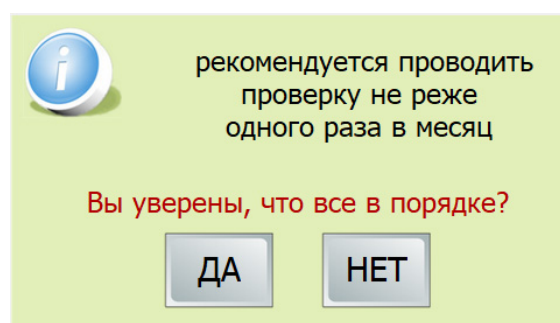
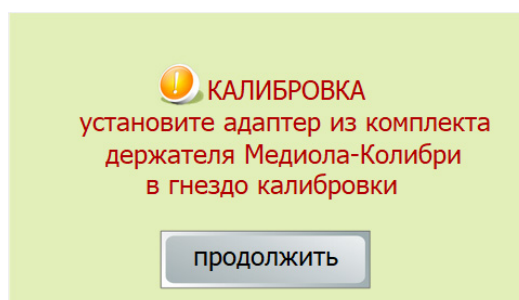

Рисунок 15
Рисунок 16
При выборе «ПРОВЕСТИ» блок генерации лазерного излучения выводит напоминающее сообщение на сенсорный экран (рисунок 16). При выборе «НЕ ПРОВОДИТЬ» на сенсорном экране появляется предупреждение (рисунок 15).
При подтверждении (кнопка «ДА») блок генерации лазерного излучения выйдет из процедуры калибровки и перейдет в меню состояния «ДЕЖУРНОЕ». При выборе кнопки «НЕТ» блок генерации лазерного излучения выводит напоминающее сообщение на сенсорный экран (рисунок 16).
- нажать на кнопку «ПРОДОЛЖИТЬ» на сенсорном экране (рисунок 16).